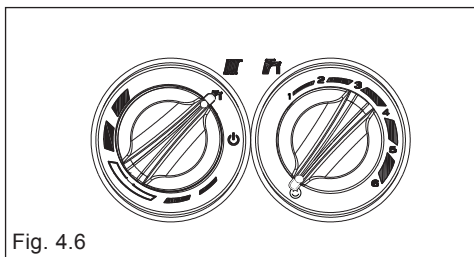

Fig. 4.6
**Preriscaldamento (acqua calda più veloce):** ruotando la manopola regolazione temperatura acqua sanitaria (fig. 4.6) sul simbolo “**☺**” si attiva la funzione preriscaldamento. Riportare la manopola di regolazione temperatura acqua sanitaria nella posizione desiderata.